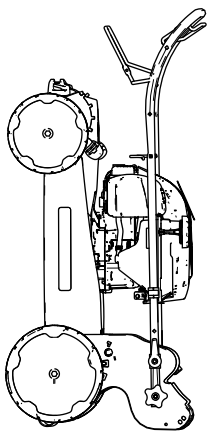

図 19
6. ハンドルで機体の前部を持ち上げて格納場所へ運ぶ 図 19。